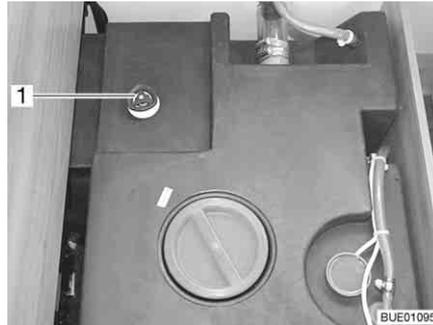

Fig. 179 Depósito de agua con tirador giratorio
- Girar el tirador giratorio (Fig. 179,1) sobre el depósito de agua en sentido de las agujas del reloj, hasta el tope.
- Girar el tirador giratorio (Fig. 179,1) sobre el depósito de agua en sentido contrario a las agujas del reloj, hasta sentir resistencia. El agua se saldrá hasta 60 litros.